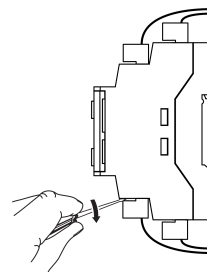

Рисунок 4.2 – Отсоединение съемных частей клемм
1. Снять ответные части съемных клеммников (см. *рисунок 4.2*).